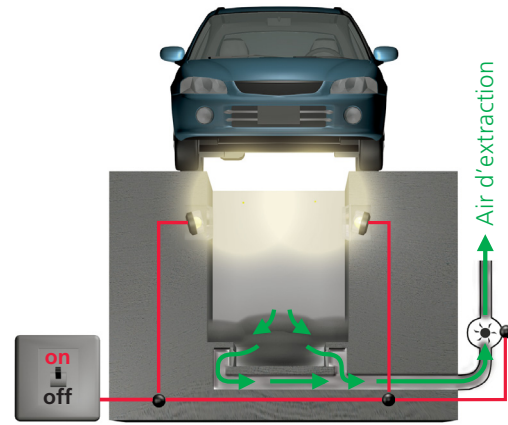

Fig. 7
- en cas de risque de dispersion de liquides facilement inflammables (ex.: travaux sur des véhicules à moteur à essence)? (Fig. 7)